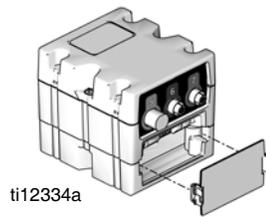

図 41: アクセスパネルの取り外し
2. トークンアクセスパネルを取り除きます。図 41 を参照。